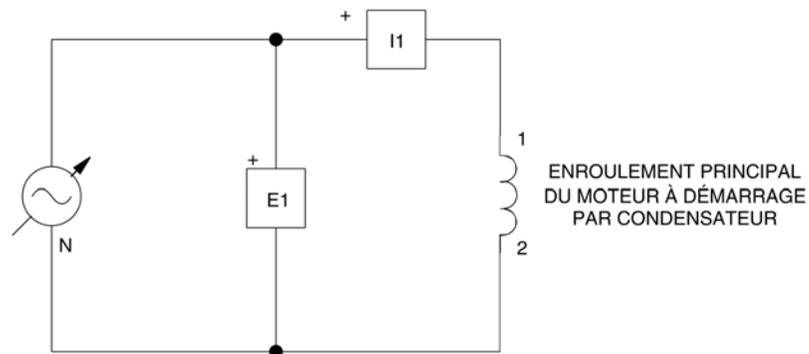

Figure 4-28. Circuit du moteur à démarrage par condensateur.
15. Débranchez tous les fils à l'exception du câble de l'alimentation 24 V CA, puis montez le circuit du moteur à démarrage par condensateur de la figure 4-28.